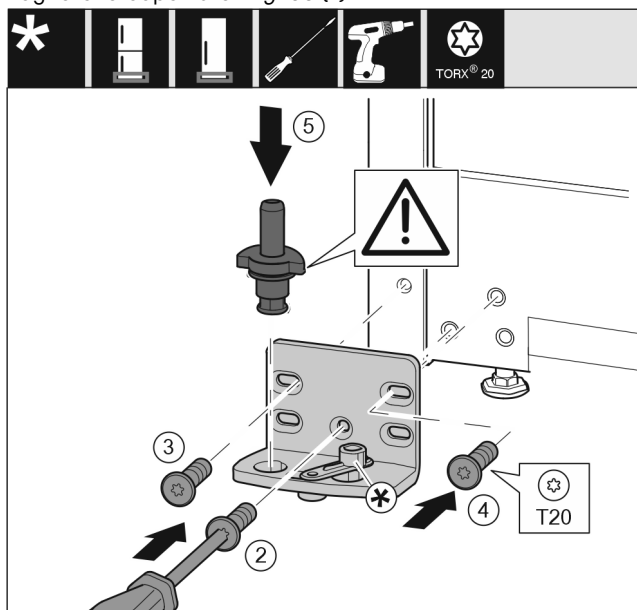

Fig. 36
- ▶ Applicare il blocco di supporto sull'altro lato e avvitare con un cacciavite T20. Iniziare dalla vite 2 in basso al centro. Fig. 36 (2)
- ▶ Serrare la vite 3 e 4. Fig. 36 (3,4)
- ▶ Inserire completamente il perno di supporto. Fare attenzione che la camma di arresto sia rivolta verso il lato posteriore. Fig. 36 (5)
- ▶ Applicare il blocco di supporto sull'altro lato e avvitare con un cacciavite T20. Iniziare dalla vite 2 in basso al centro. (2)*
- ▶ Ruotare il collegamento dell'ammortizzatore di chiusura di 180°. Avvitare con un cacciavite T20 sull'altro lato del blocco di supporto. (5)*
- ▶ Inserire completamente il perno di supporto. Fare attenzione che la camma di arresto sia rivolta verso il lato posteriore. (6)*